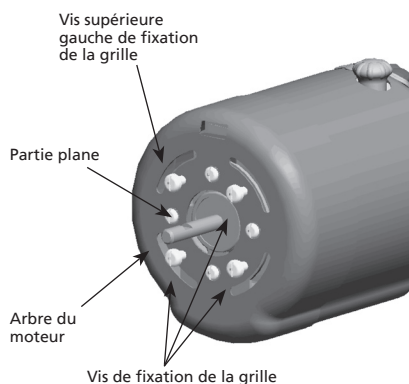

FIGURE 7
18. Retirer de la face du moteur la vis supérieure gauche de fixation de la grille. Voir Figure 7.